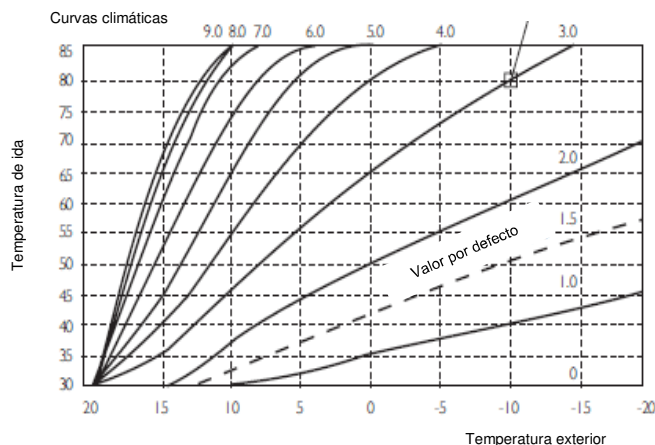

Fig. 24: Gráfico de la curva climática de la sonda exterior
2. Configurar la curva climática requerida del gráfico (Fig. 24), girando el selector rotatorio y pulsándolo para confirmar. Pulsar la tecla "MENU" para volver a la pantalla principal.